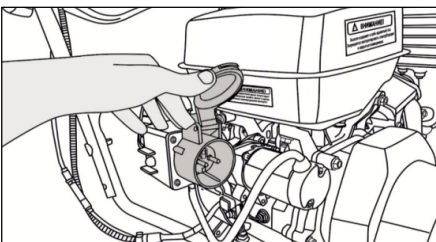

Рис. 28
7. Запустите двигатель при помощи красной кнопки пуска, которая расположена на розетке (рис. 28) для модели AC-F-700EV.